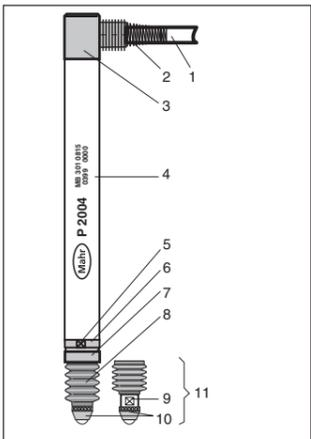

Fig. 2
- Desserrer le contre-écrou (6) avec la clé à fourche.
- Dévisser manuellement l'unité de guidage (Fig. 2).
- Remplacer le ressort de mesure de a force (14). Faire passer d'abord le petit diamètre sur le cœur!
- Serrer le contre-écrou (6).
Trasformazione dell'uscita cavo assiale/radiale (Fig. 2)